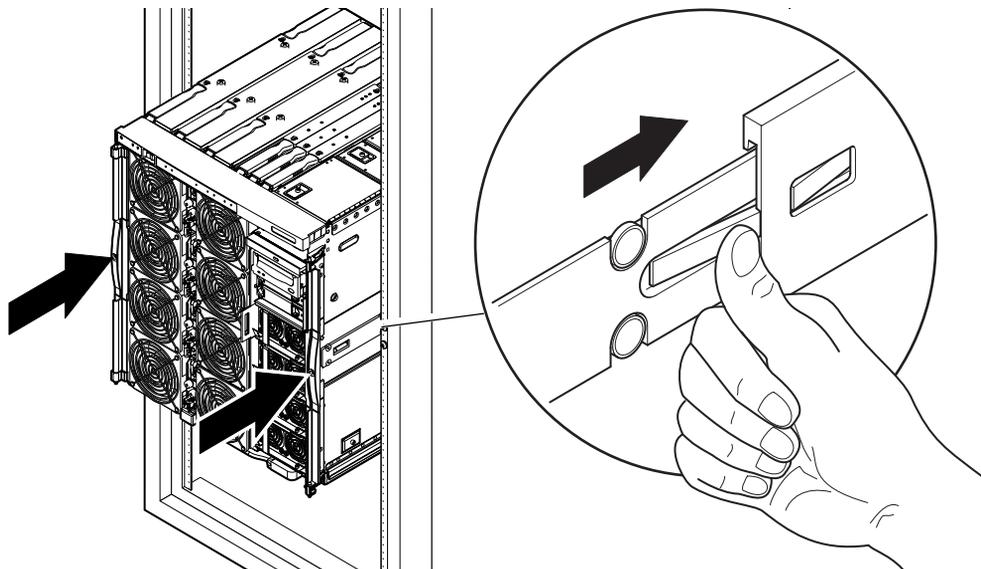

图 1-13 将服务器推入系统机箱
11. 按压两侧滑轨的绿色锁扣，将服务器推入机箱（图 1-13）。